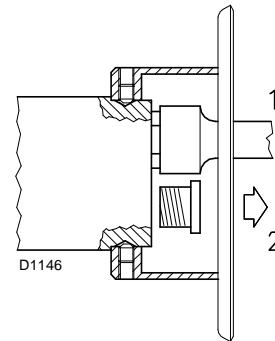

Fig. 14
- instale dos boquillas con la caja de llave de tuercas 1)(Fig. 14), luego de haber retirado los conectores de plástico 2);